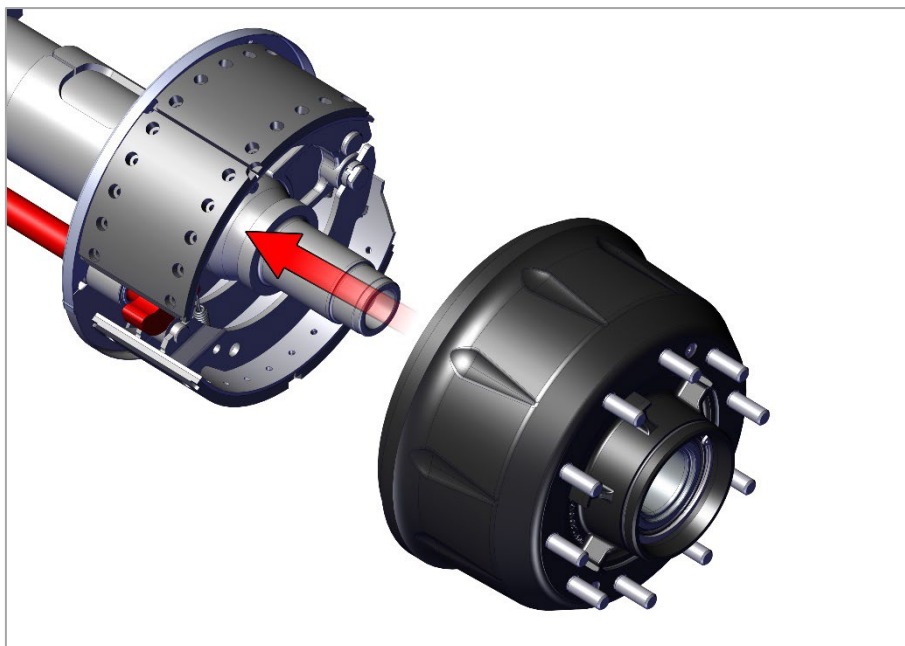

Рис. 20. Монтаж тормозного барабана.
1) Если ступица и барабан были сняты с оси, то выполняйте монтаж компонентов в порядке, обратном порядку снятия (рис. 20).